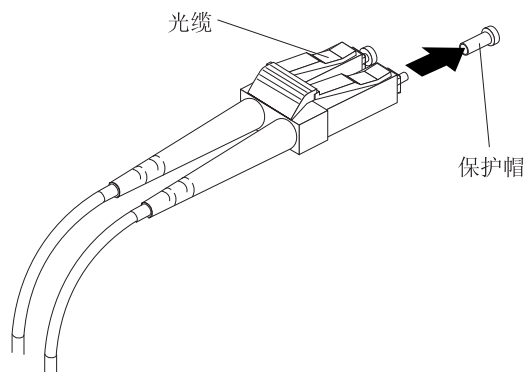

图 33. 卸下光缆保护帽
3. 如图 33 中所示，从 LC-LC 电缆的一端卸下两个保护帽。请保管好保护帽以供以后使用。